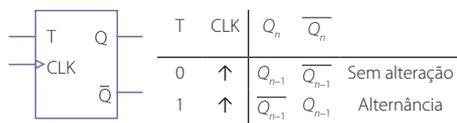

Figura 19. Símbolo lógico do *flip-flop* T e respetiva tabela de verdade.
Os *flip-flops* do tipo T são *flip-flops* com uma única entrada (T). O comportamento deste tipo de *flip-flops* é equivalente ao comportamento de um *flip-flop* do tipo J-K com as entradas J e K unidas. Deste modo, se a entrada T apresentar uma entrada de nível baixo "0" o dispositivo encontra-se no seu modo de memória, mas pelo contrário, se a entrada T se encontrar a um nível alto "1" o dispositivo muda de estado, isto é, a saída alterna. Na Figura 19 mostra-se a sua representação simbólica e a tabela de verdade característica de um *flip-flop* T.